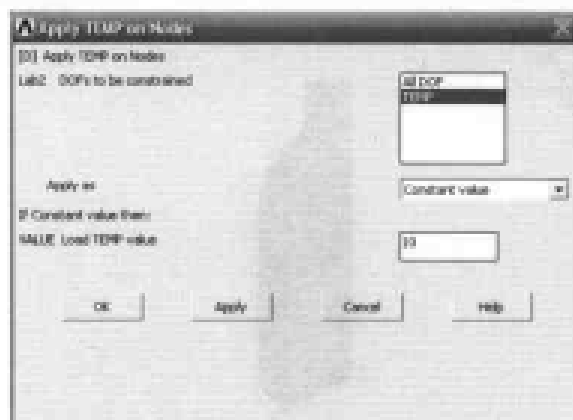

图 12-41 施加温度载荷对话框
(5) 选择 Main Menu | Solution | Define Loads | Apply | Thermal | Temperature | On Nodes 命令, 出现 Apply TEMP on Nodes 菜单, 单击 pick all 按钮, 出现 Apply TEMP on Nodes 对话框。参照图 12-41 所示对其进行设置, 单击 OK 按钮关闭该对话框。